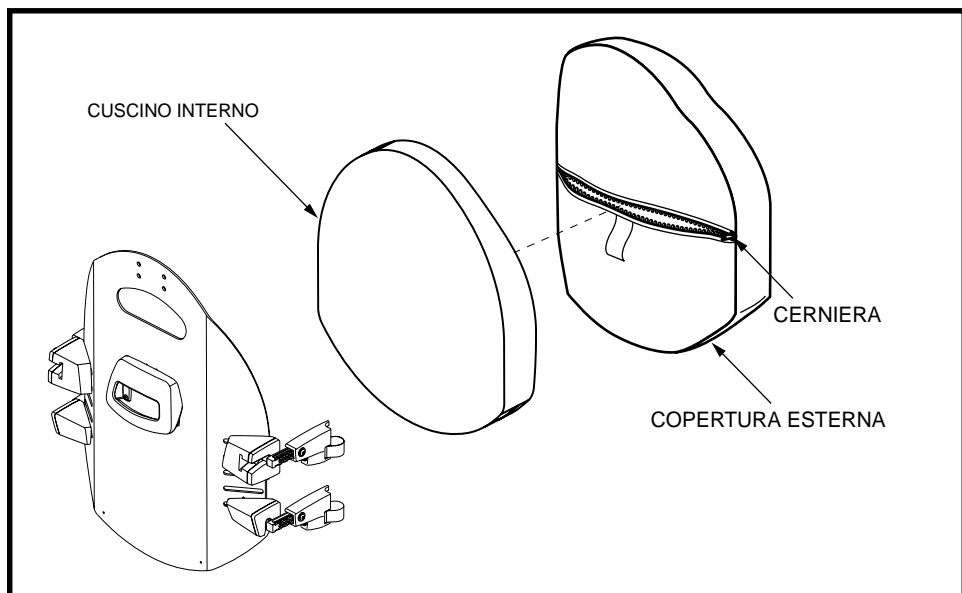

Figura 12. Rimozione della fodera del Synergy Shape Back
1. Localizzare la cerniera sul lato posteriore della fodera traspirante. Vedere figura 12.